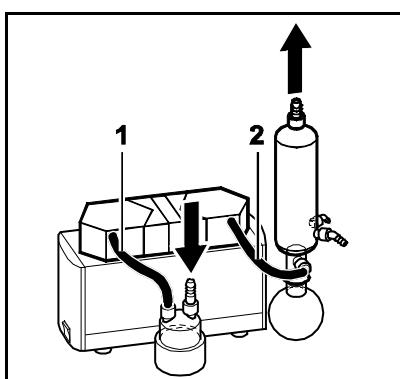

Fig. 15 : Raccordement système SH
2	Tuyaux (voir Fig. 15) <ul style="list-style-type: none"> <li>▪ Résistent au fluide utilisé</li> <li>▪ Diamètre intérieur 10 mm</li> <li>▪ Longueurs : (1) environ 150 mm, (2) environ 220 mm</li> </ul>
4. Raccorder le système (voir Fig. 15).